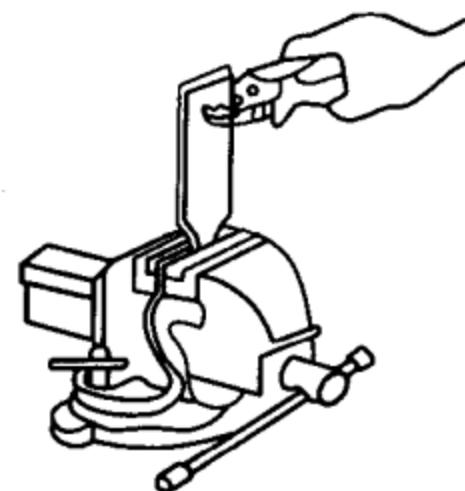

图 2-6 台虎钳上校正风叶叶脚
(1) 对新式吊扇叶片扭角不正的校正。新式吊扇叶片多数采用薄铁板或铝合金板冲压而成，再用铆钉或螺钉紧固在铁板叶脚上，风叶叶片为三片，呈长条形，其校正方法是：用竹杆测出吊扇叶片角度高低位置后，选择其偏差最大的一片作校正，只需徒手扳动叶脚角度，直至校正得满意为止。也可以把测出角度不正的叶片，拆下叶脚，轧在台虎钳上整形，如图 2-6 所示。细心校正，直到满意为止。
(2) 对新式吊扇叶片质量不等的校验。在吊扇叶片校正之后，需要校验叶片的质量，合理的方法是对每片叶片用力矩秤称量（有时几片叶片质量虽相等，但由于重心不同，也会引起力矩差别），只有力矩也相同，才能使吊扇平稳运行。现仅介绍一种简便的方法，即是把拆下的叶片，放在一架小台秤上，称一称每片叶片的质量。